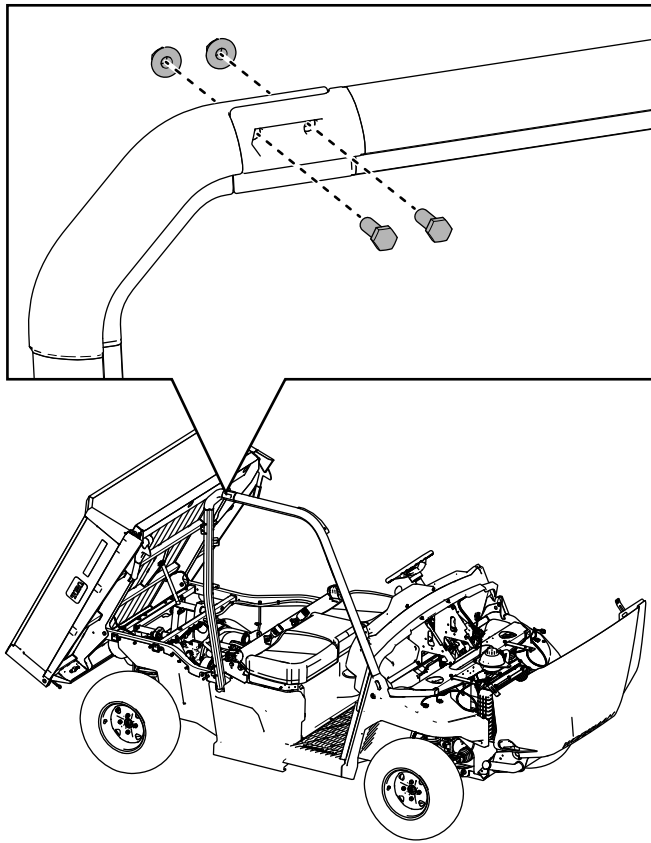

Figura 14
8. Sujete provisionalmente el conjunto de barra antivuelco delantera derecha en el conjunto de barra antivuelco trasera derecha con 2 pernos de cabeza hexagonal ($\frac{3}{8}$ " x $1\frac{1}{4}$ ") y 2 contratruercas ($\frac{3}{8}$ "), tal y como se muestra en la Figura 14.